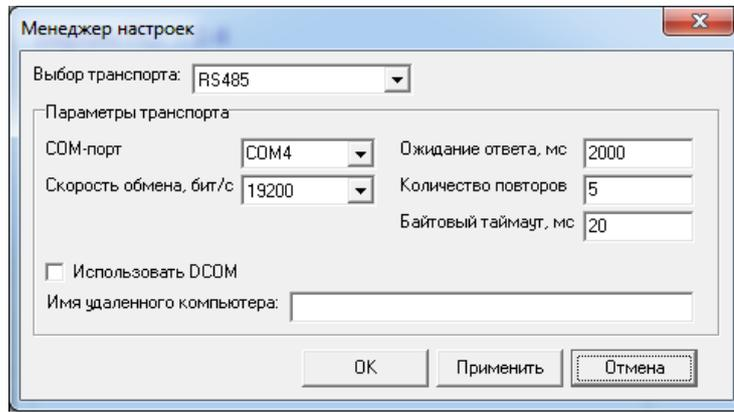

Рис.11 - Окно программы **Настройка соединения**.
4.1.4 Нажмите кнопку «**Настройка соединения**» на экране монитора появится окно, изображенное на рис.11: